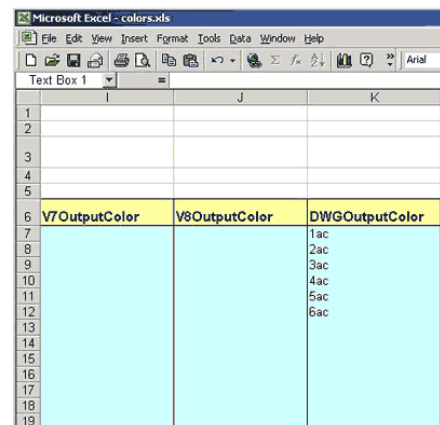

Figure 5
- Indiquez maintenant sur la même ligne dans la colonne DWGOutputColor, le numéro de la couleur de sortie souhaitée (voir figure 5).